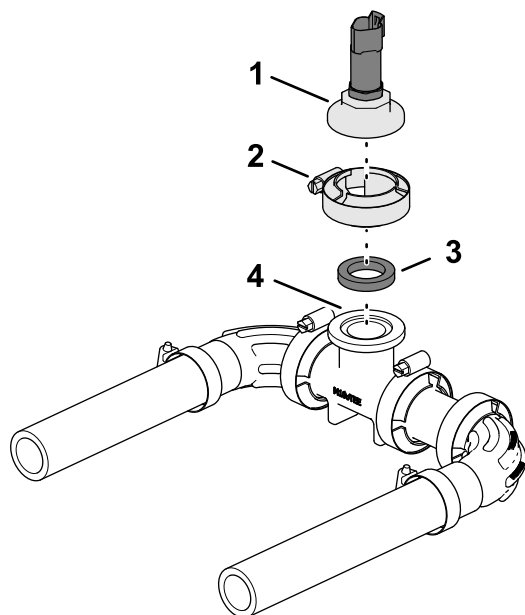

Figure 57
- Placez le chapeau du raccord à orifice avec le transducteur de pression et le joint devant la bride du raccord en T du collecteur (Figure 57).
- Fixez le chapeau du raccord et le joint sur le raccord en T à l'aide du collier à bride (Figure 57).